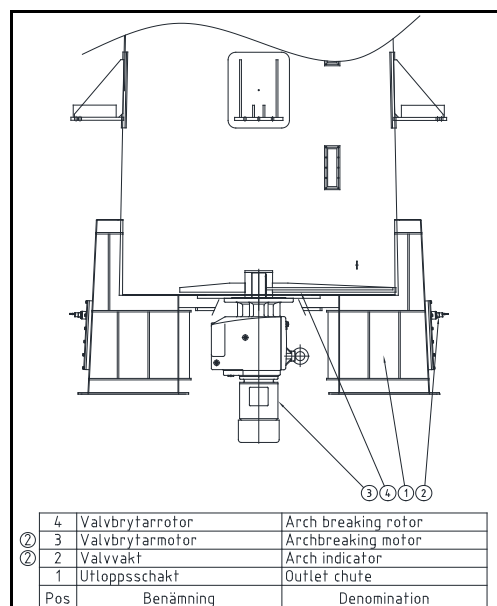

Bild 3: Principlritning för silo utan kona
- Slitdelar anges med en kod framför stycklistan på Bild 2: Principritning för silo med kona, och Bild 3: Principritning för silo utan kona, under avsnitt 1.1